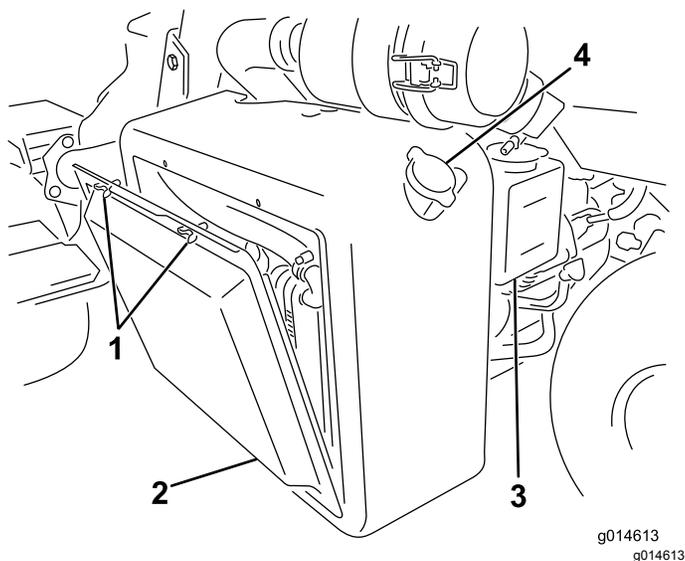

Рисунок 54
1. Снимите решетку радиатора (Рисунок 54).